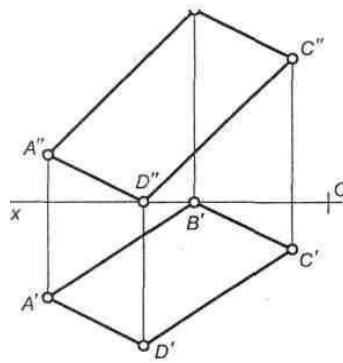

Рис. 34
4. Построить диметрическую проекцию параллелограмма  $ABCD$  (рис. 34).